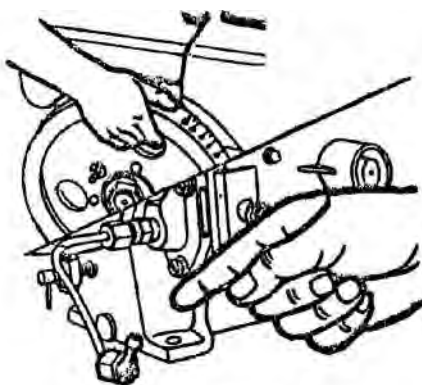

рис. 11
**б.)** Открутите три болта, фиксирующие выпрыскивающий насос, и снимите насос. После этого отрегулируйте впрыск топлива, увеличив количество регулировочных шайб. Обычно, добавление или снятие одной регулировочной шайбы толщиной 0,1 мм приводит к опережению или задержке впрыска на 1° (Рис. 11).